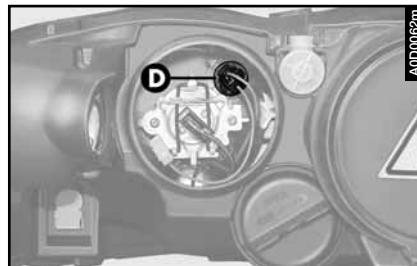

fig. 33
– presionar sobre las dos aletas de sujeción y sacar el grupo portalámparas (**D- fig. 33**);